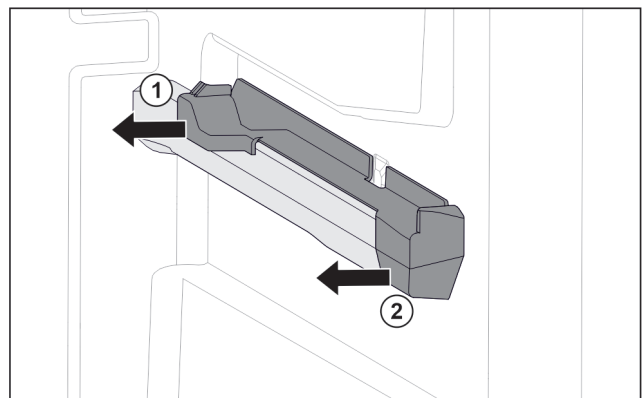

Fig. 58 Elemento inseribile sulla nervatura destra del contenitore
- Estrarre l'elemento inseribile dal lato posteriore di lato. Fig. 58 (1)
- Estrarre l'elemento inseribile dal lato anteriore di lato. Fig. 58 (2)